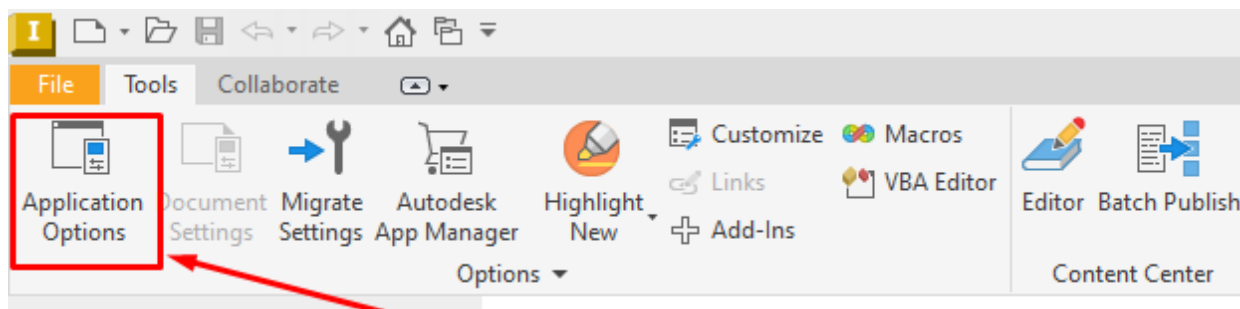

Рисунок 12. Розташування пункту «Application Options» в стрічці вкладок
1. Відкрийте «Application Options» рис.12